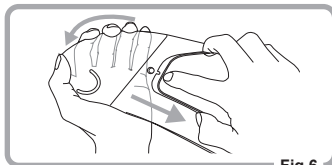

Fig.6
2. Fjern Pinlock® Original Insert Lens fra påsætningsstifterne ved at bøje skærmen. (Fig. 6)